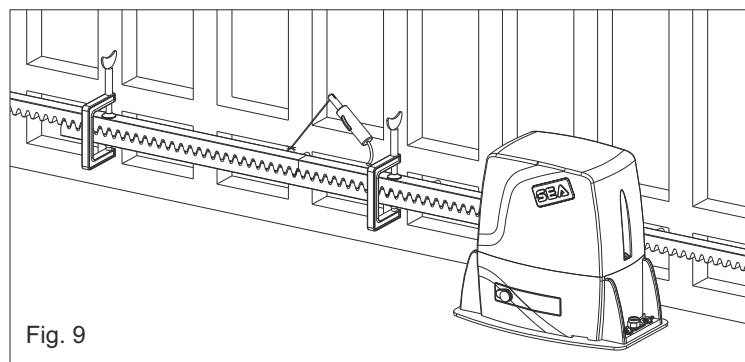

Fig. 9
5.4. S'assurer que tous les éléments de la crémaillère sont parfaitement alignés et positionnés correctement (denture en phase). Il est conseillé d'opposer à deux éléments successifs un troisième comme indiqué dans Fig. 9;